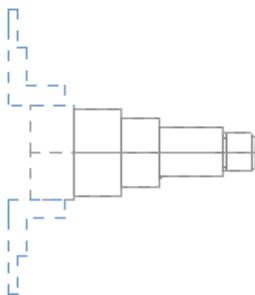

图 8.4.2 打开模型
Step1. 打开文件 D:\mcx8.1\work\ch08.04\GROOVE_LATHE.MCX，模型如图 8.4.2 所示。